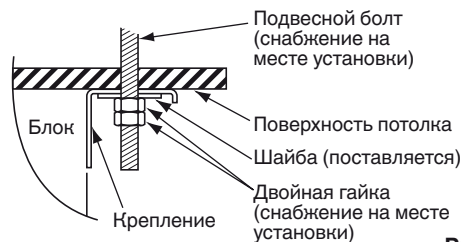
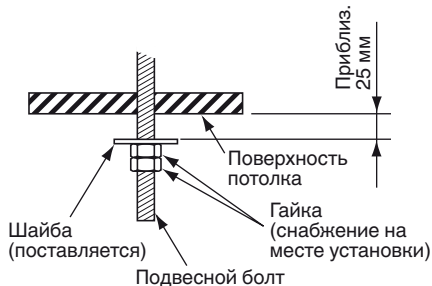

Рис. 3-11
Рис. 3-13
- (6) Выполните подготовку для подвешивания внутреннего блока. Способ подвешивания зависит от того, является ли потолок подвесным, или нет. (Рис. 3-11 и 3-12)
- (7) Подвесьте внутренний блок следующим образом:
- а) Установите 1 шайбу и 2 шестигранные гайки на каждый подвесной болт (Рис. 3-13).